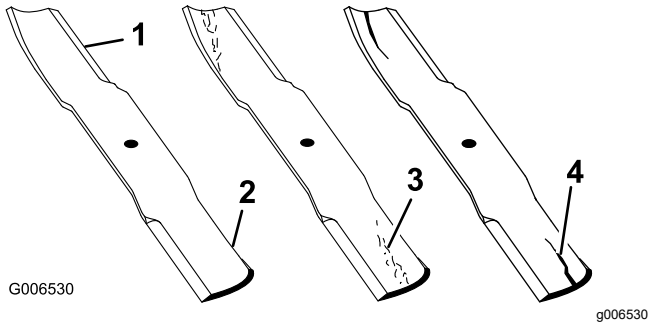

Рисунок 69
1. Осмотрите режущие кромки (Рисунок 69).
4. При обнаружении признаков повреждения, износа или образования зазора в этой области немедленно замените нож (Рисунок 69).